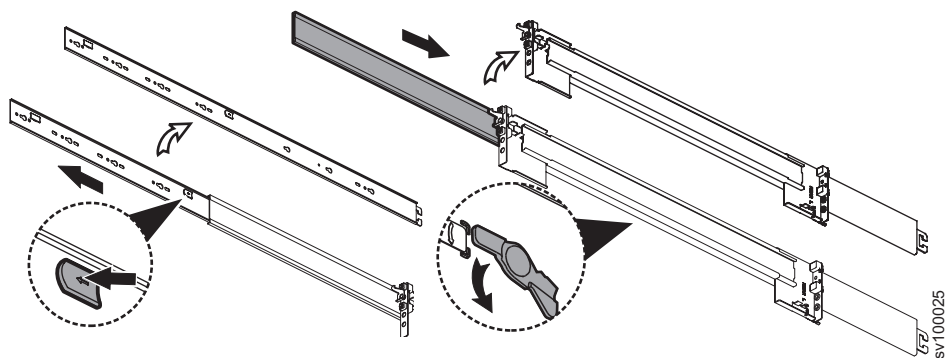

図 59. レールの内部セクションの切り離し
3. 図 59 に示すように、3 つの部分から成る 1 本のレールの内部セクションを切り離します。